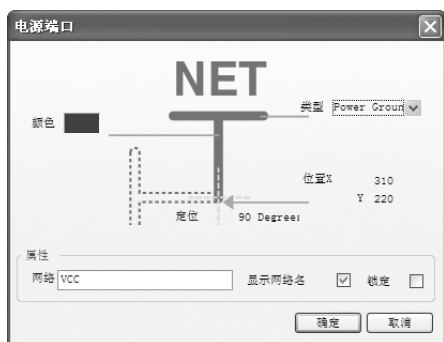

图 2-16 采用系统默认设置的电源属性对话框
1) “电源地”：用来设置电源地的网络标签名称。系统默认值为 GND。在原理图上放置电源和接地符号后，打开电源和接地属性对话框，如图 2-16 所示。